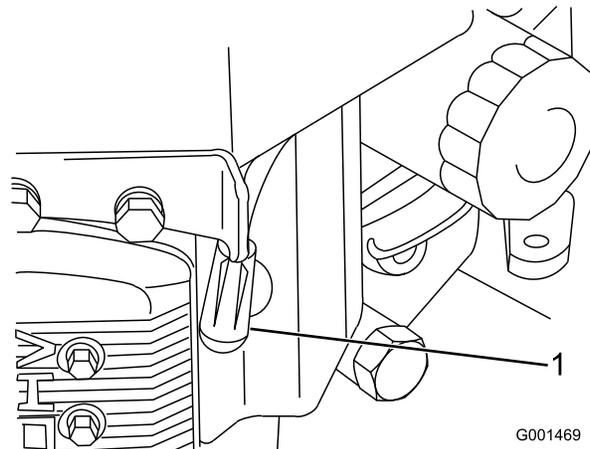

Рисунок 38
3. Отсоедините провод от свечи зажигания (Рисунок 38).